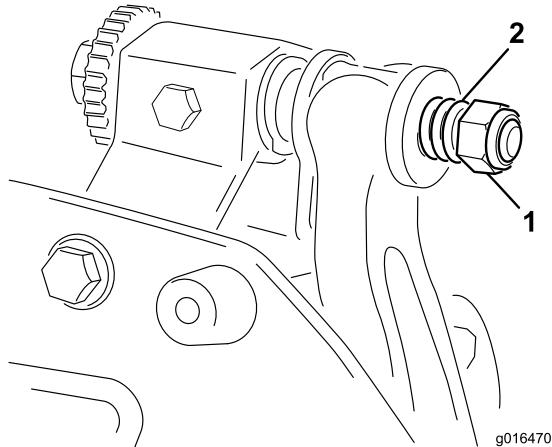

Bild 22
- Ziehen Sie die Federspannungsmutter an, bis die Feder zusammengedrückt ist, drehen Sie sie dann eine 1/2 Umdrehung heraus (Bild 22).